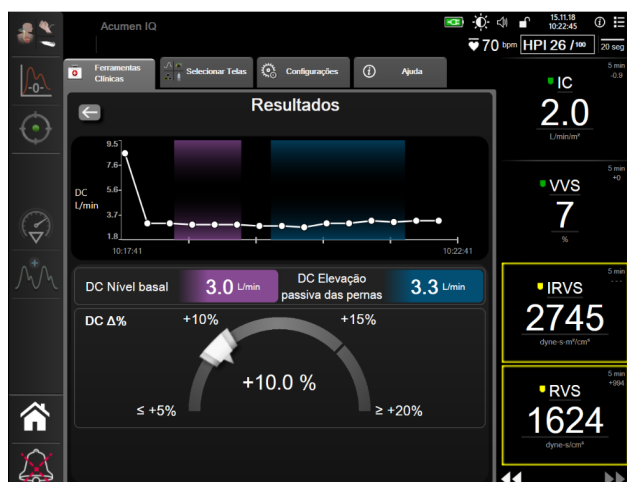

Figura 13-12 Teste de Fluido-responsividade – Tela Resultados
- 9 Na conclusão do teste, a alteração do valor do **Parâmetro** selecionado como uma resposta à prova de volume será exibida. Consulte a figura 13-12. Toque no ícone Voltar para realizar outro teste, ou no ícone Home para voltar para a tela principal de monitoramento.